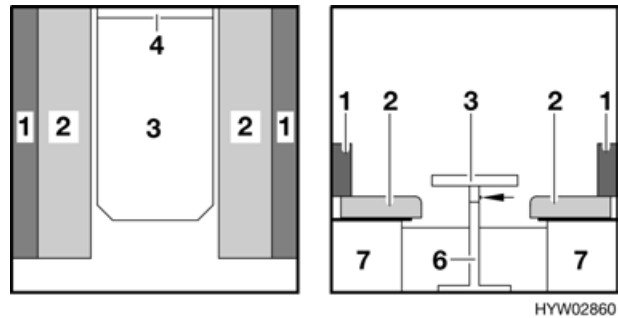

Fig. 42 Prima della trasformazione
- Sistemare i cuscini del divano (Fig. 42,2).
- Sollevare leggermente il piano del tavolo in avanti (Fig. 42,3).
- Sbloccare il piede del tavolo (Fig. 42,6) dall'elemento di fissaggio e ribartarlo verso l'alto sul lato inferiore del tavolo.